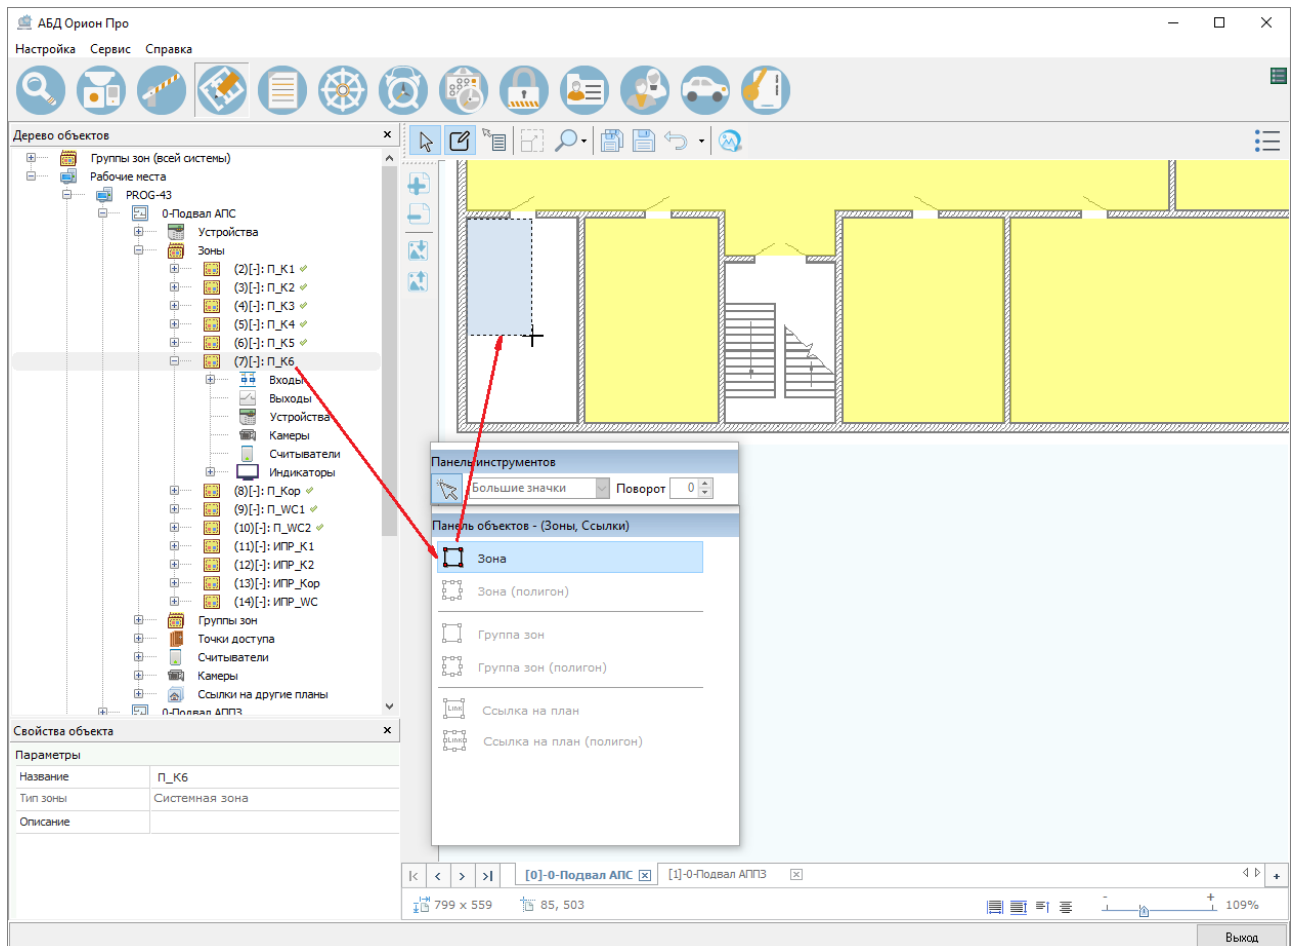
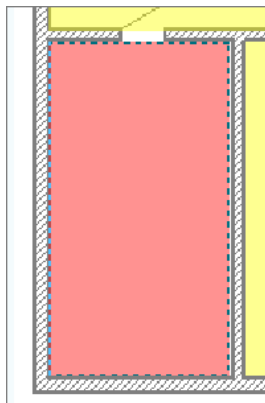

Рисунок 6-576 Визуализация объекта "Зона" при помощи прямоугольника
Рисунок 6-577
- если в панели визуализации объектов «Зоны, Ссылки» выбран вариант вида , то нажмите левой клавишей мыши в том месте области рисования, где будет находиться одна из вершин размещаемого на плане прямоугольника, и, удерживая левую клавишу мыши нажатой, переведите курсор в то место, где будет располагаться противоположная вершина прямоугольника (см. Рисунок 6-576), после чего отпустите левую клавишу мыши. В результате в области рисования появится область, заданная прямоугольником (см. Рисунок 6-577).